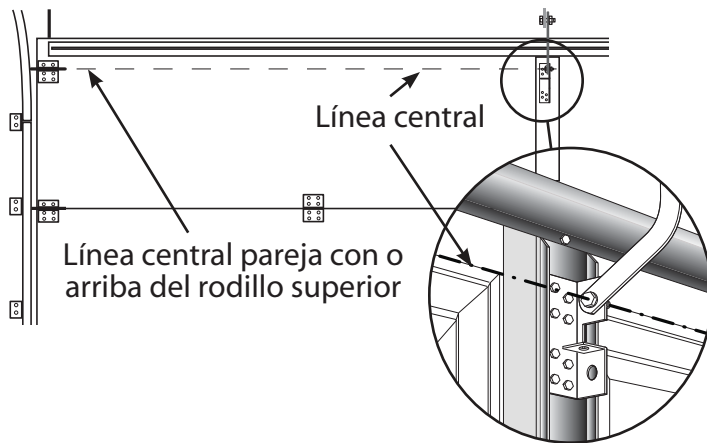

FIG. 2-7 Montaje del soporte de la puerta
- El soporte de la puerta está montado en la puerta tan alto como sea posible a lo largo de la línea central vertical y **NO MÁS BAJO** que el juego de rodillos superior (**Fig. 2-7**).